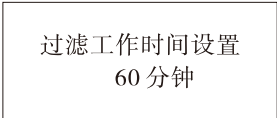

图8
- b) 过滤工作时间设置，如图8所示。按  或  设置需要的数值。再按  键保存所设置内容并返回至菜单；如果按  键不保存所设置内容并返回至菜单。当过滤工作时间倒计为0时，系统进入冲洗。